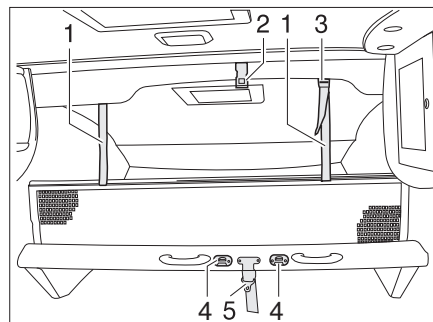

Fig. 91 Lit escamotable manuel
- Détacher la sangle de sécurité (Fig. 91,5) du plafond (Fig. 91,2).
- Verrouiller le lit escamotable au plafond (Fig. 91,2) avec la sangle de sécurité (Fig. 91,5).
- L'échelle de montée doit être accrochée par les deux étriers aux crampillons (Fig. 91,4) se trouvant sur le lit escamotable.
- Faire s'enclencher les sangles de retenue (Fig. 91,1) dans les œillets (Fig. 91,3) du plafond.